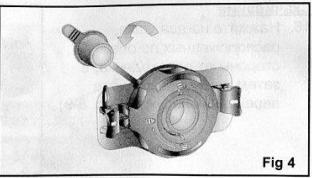

Fig 4
9. Вытащите колпачок, потянув за петлю. (Рис. 4).